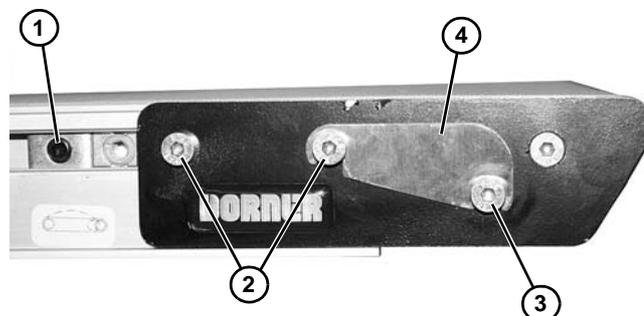
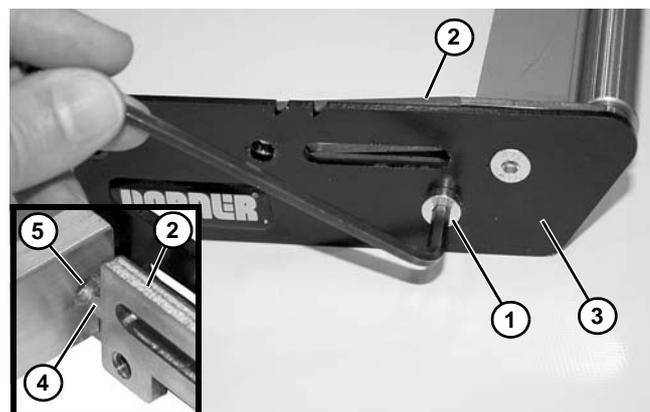

Figure 64
Figure 65
1. Desserrer, sur les deux côtés du convoyeur, les vis de fixation de la came (**Figure 64, élément 1**) (si le convoyeur en est équipé) et glisser la came vers le centre du convoyeur.
2. Sur les deux côtés du convoyeur, desserrer les vis de fixation (**Figure 64, élément 2**) afin de retirer la tension de la bande. Retirer la bande par l'extrémité du convoyeur.
3. Sur les deux côtés du convoyeur, desserrer les vis de fixation (**Figure 64, élément 3**) et retirer le couvercle antipoussière (**Figure 64, élément 4**) (s'il y en a un).
4. Retirer la barre d'extrémité du convoyeur et la placer sur une surface de travail dégagée. Sur un côté de la barre d'extrémité, retirer deux vis de fixation (**Figure 64, élément 2**).
5. Retirer la vis inférieure (**Figure 65, élément 1**), retirer la barre écrou en extrémité (**Figure 65, élément 2**) et la plaque latérale (**Figure 65, élément 3**).
*Au cours du réassemblage, s'assurer que le téton de la barre écrou en extrémité (**Figure 65, élément 4**) est inséré dans le trou de la barre support (**Figure 65, élément 5**).*
10. Assembler la plaque de tête et l'installer en suivant l'ordre inverse du retrait. À l'aide d'une clé hexagonale de 4 mm serrer la vis (**Figure 65, élément 1**) au couple de 3,4 N.m. Laisser les deux vis de fixation (**Figure 64, élément 2**) desserrées pour la mise en tension de la bande.